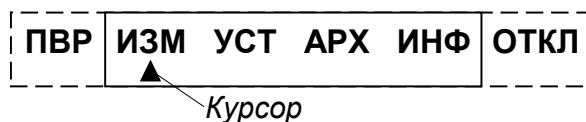

Рис.1. Вид окна индикации основного меню.
4.2.2. Окно индикации основного меню (рис.1) содержит обозначения пунктов меню, которые располагаются в одной строке, и курсор под одним из них. Одновременно в окне индикации основного меню может отображаться не более 4-х обозначений пунктов меню, которые могут смещаться влево или вправо.